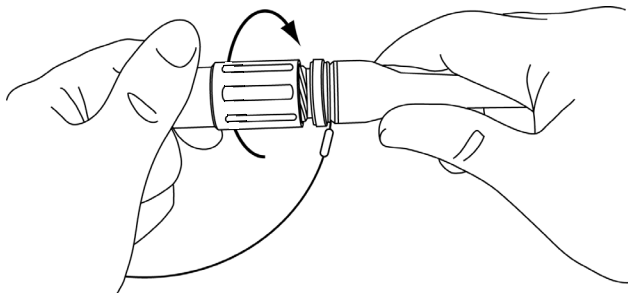

図 12 ケーブルコネクタへの浸漬保護キャップの取付け
- キャップをコネクタにはめて締めます（図 12 を参照）。